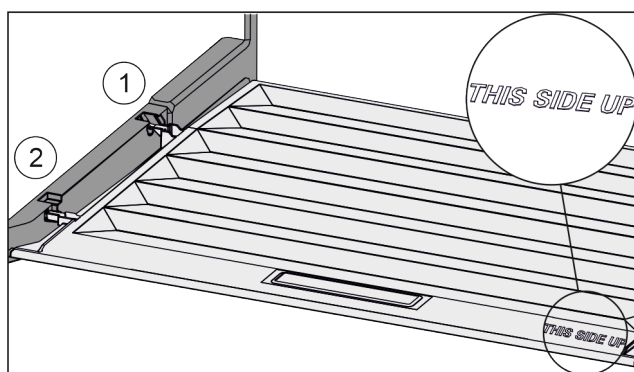

Fig. 59
- ▶ Robova predala vstavite nad odprtino zadnjega držala Fig. 59 (1), spredaj pa ju zataknete v držalo Fig. 59 (2).